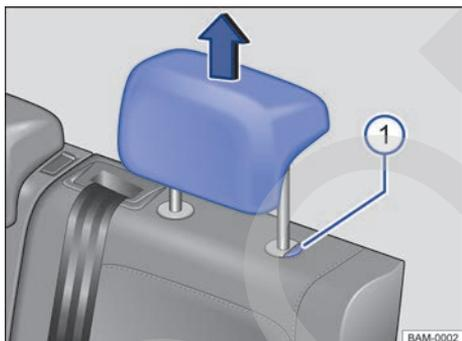

Fig. 67 Apoyacabezas traseros: retirar.
- Retirar el apoyacabezas con el botón → fig. 67 Ⓜ️ presionado.
- Empujar hacia abajo el apoyacabezas con el botón → fig. 67 Ⓜ️ presionado.